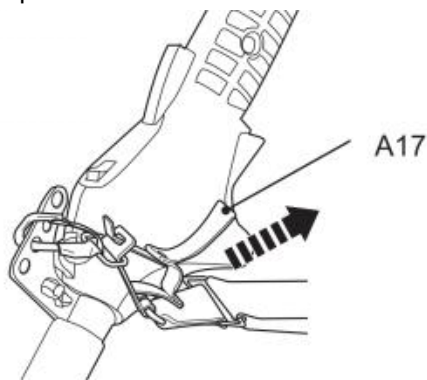

Fig. 34
5. In caso di emergenza, tenere la maniglia anteriore (A27) con la mano sinistra e utilizzare la mano destra per tirare la fune (A17) (Fig. 34). La barra di bloccaggio in metallo verrà rilasciata automaticamente dalla clip di fissaggio a causa del peso del prodotto.